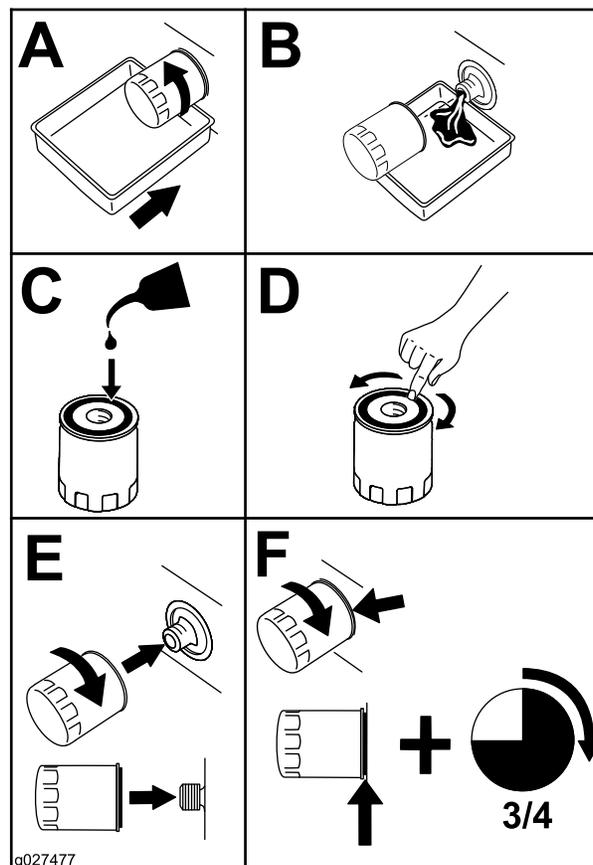

Figura 44
5. Înlocuiți filtrul de ulei de motor (Figura 44).